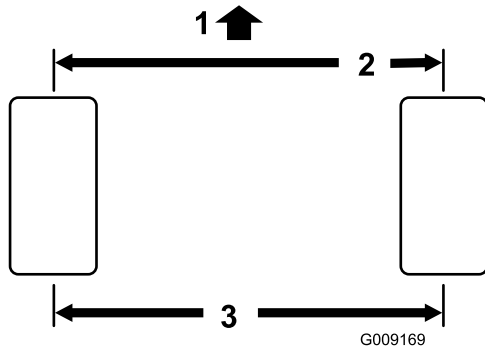

Bild 57
2. Messen Sie den Abstand vorne und hinten an den Lenkreifen Mitte-zu-Mitte (auf Achshöhe). Bild 57